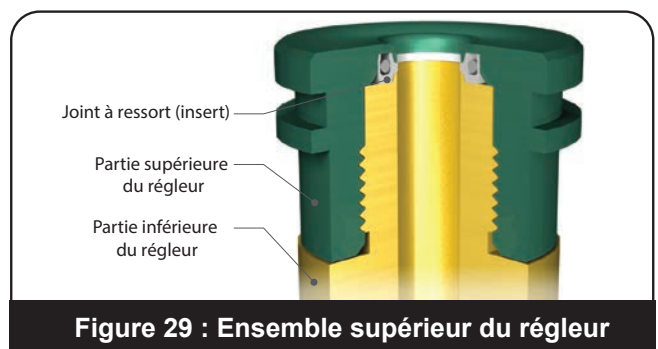

Figure 29 : Ensemble supérieur du régleur
- ix. Inspectez la partie supérieure du régleur pour vous assurer que le joint à ressort (partie supérieure du régleur) ne s'est pas évasé pendant l'installation et que le joint à ressort (partie supérieure du régleur) est orienté comme indiqué dans la Figure 29.